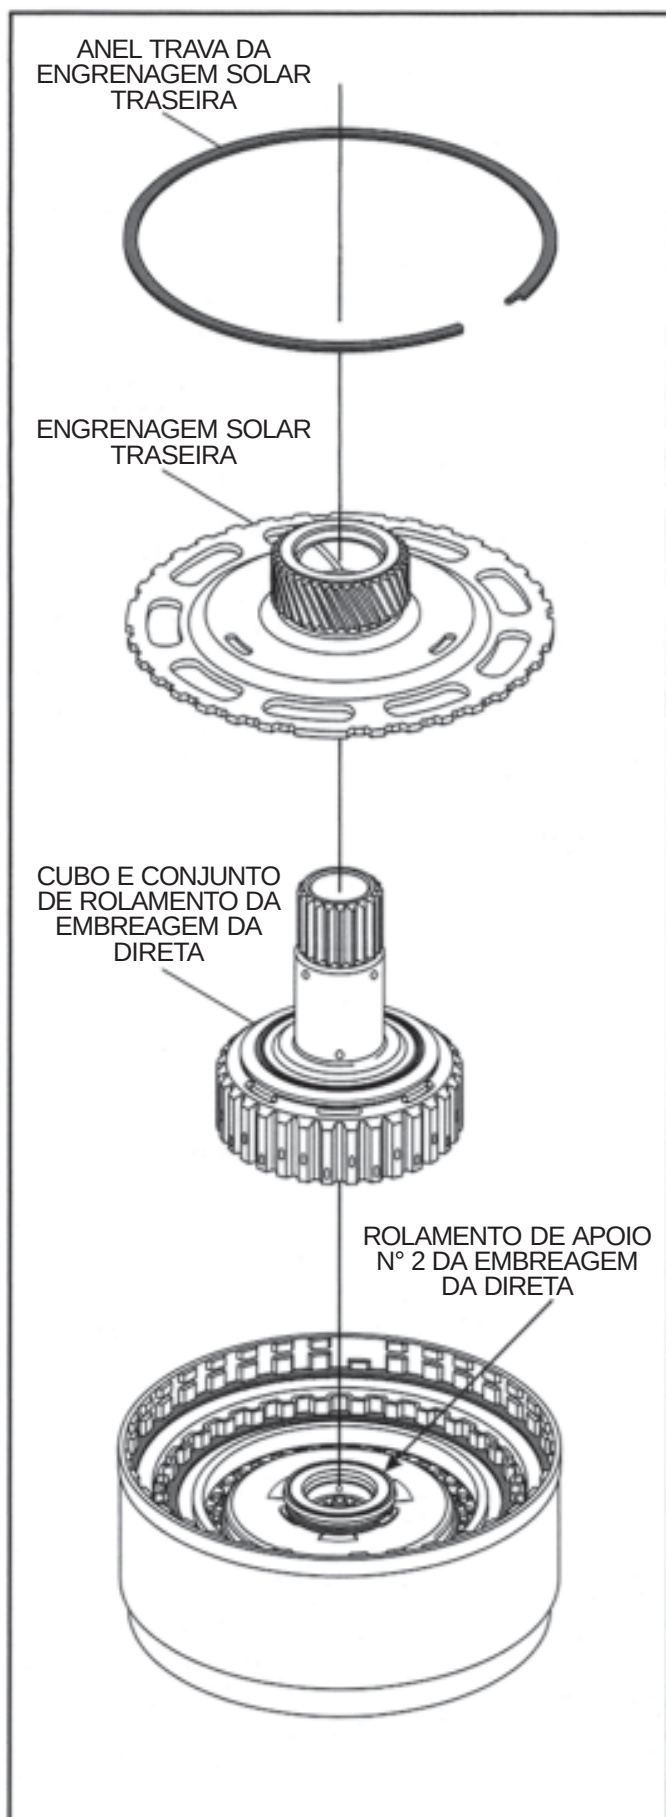

Figura 88
5. Instale dentro das embreagens da direta o cubo da embreagem da direta e o conjunto do rolamento, girando para frente e para trás até que estejam bem assentados (Vide Figura 88).
6. Instale a engrenagem solar traseira no alojamento da embreagem da ré (Vide Figura 88).
7. Instale no alojamento da embreagem da ré o anel trava da engrenagem solar traseira, conforme ilustrado na Figura 88, e verifique se está completamente assentado.